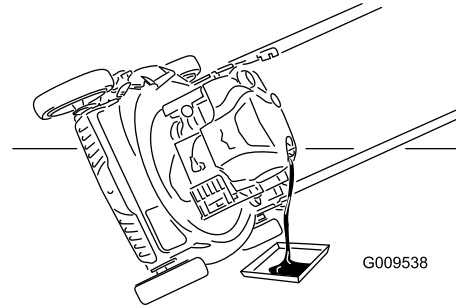

Figura 26
3. Coloque el cortacésped de lado con el filtro de aire hacia arriba para drenar el aceite usado a través del tubo de llenado de aceite (Figura 26).
4. Vierta aceite lentamente en el tubo de llenado hasta que el nivel llegue a la marca Full (Figura 26 (lleno) de la varilla \cap). Después de añadir aceite, espere 3 minutos antes de comprobar el nivel de aceite con la varilla. **No llene demasiado.** (Capacidad máxima: 0,59 l, tipo: SAE 30, aceite detergente con clasificación de servicio API SF, SG, SH, SJ, SL o superior.)